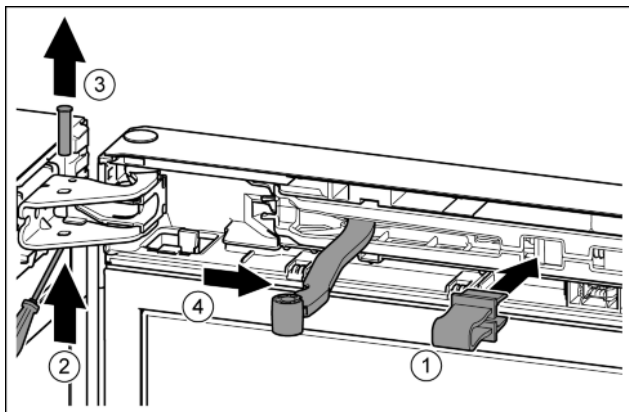

Fig. 12
- Зафіксуйте запобіжник в отворі. Fig. 12 (1)
- Виштовхніть палець за допомогою викрутки. Fig. 12 (2)
- Вийміть гвинт рухом нагору. Fig. 12 (3)
- Поверніть шарнір у напрямку дверцят. Fig. 12 (4)